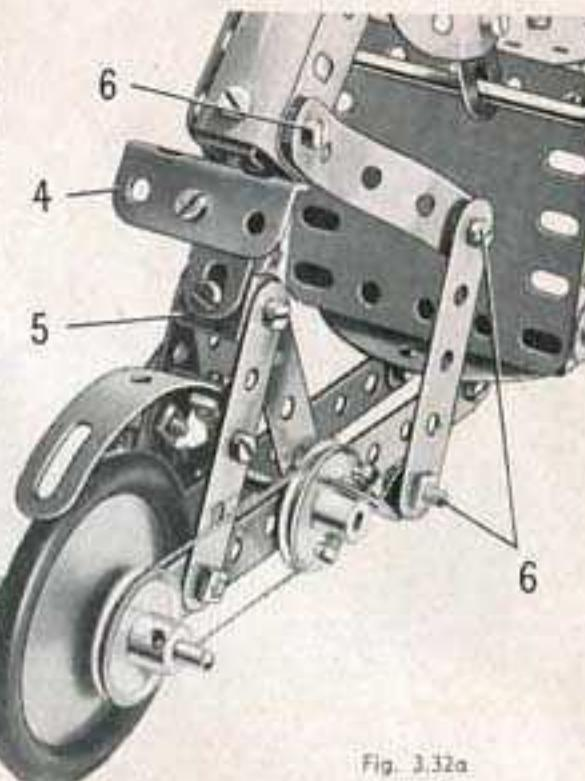

Fig. 3.32a
La roue arrière est fixée sur une tringle de 5 cm. qui porte une poulie de 25 mm. Cette poulie est reliée par une ficelle à une seconde poulie (7) montée sur une tringle de 4 cm. Une équerre boulonnée sur le moyeu de la poulie (7) est fixée sur l'une des jambes du marchand (fig. 3.32a). L'autre jambe est fixée sur une équerre renversée : le trou allongé de cette équerre reçoit un boulon et un écrou ainsi que la tringle de 4 cm. ; l'écrou appuie ainsi contre la tringle et bloque l'équerre, de façon à la faire tourner avec la tringle.